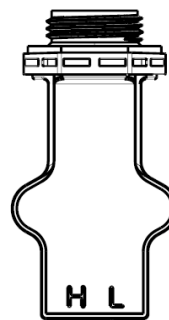

图 10 传感组件
5. 观察超级电动执行器上传感组件的外壳下侧（如图10所示），标注为“H”处连接的软管为高压软管，标注为“L”处连接的软管为低压软管；